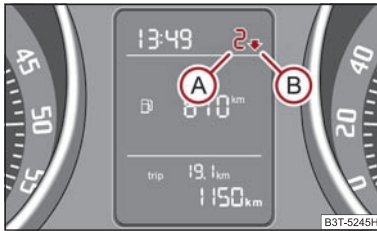

Fig. 17 Recomandare pentru schimbarea treptei de viteză
Pe afișajul panoului de bord se prezintă o informație despre treapta de viteză selectată (A) ⇒ fig. 17.